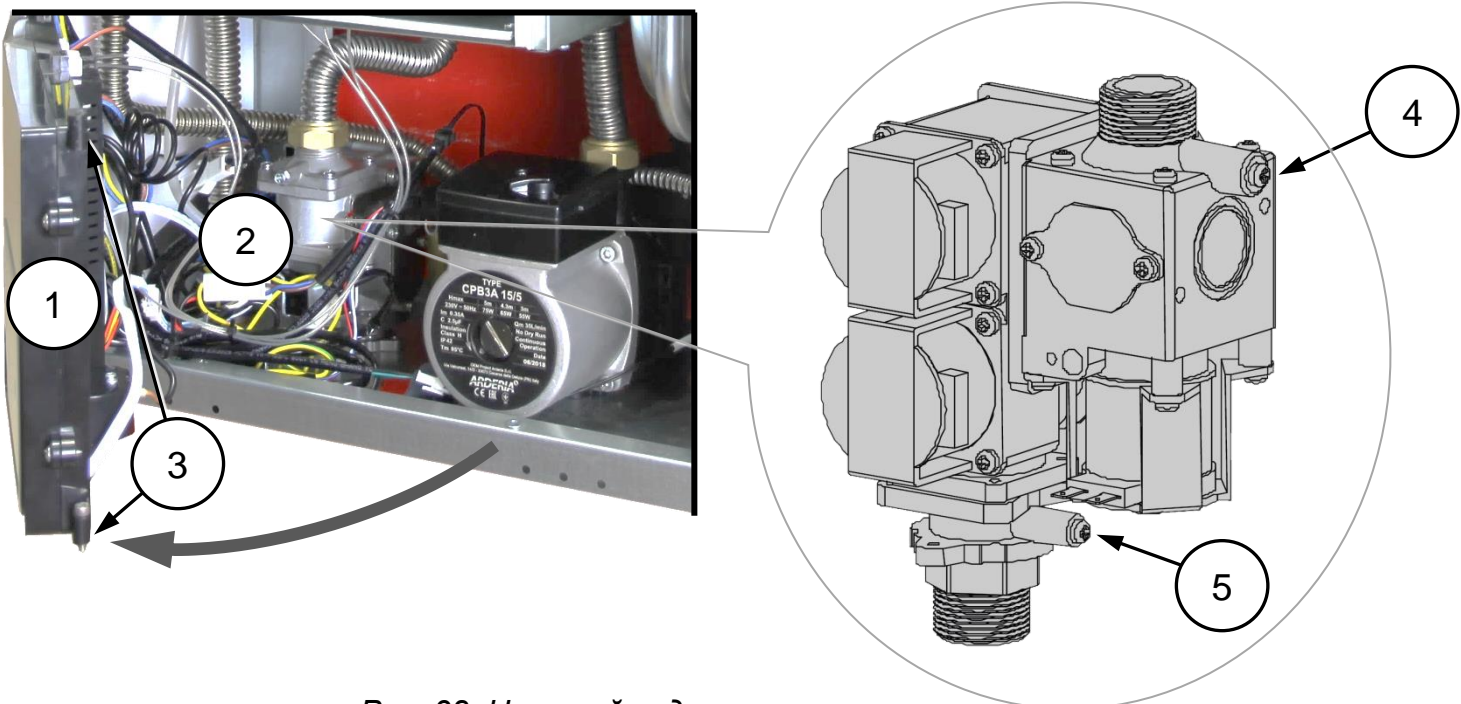

Рис. 38 Настройка давления газа.
3. Выкрутить винты крепления блока контроля и управления котлом (PCB - Power Control Block) с правой стороны (снизу и сверху) и потянув на себя повернуть блок по часовой стрелке (См. Рис. 38);